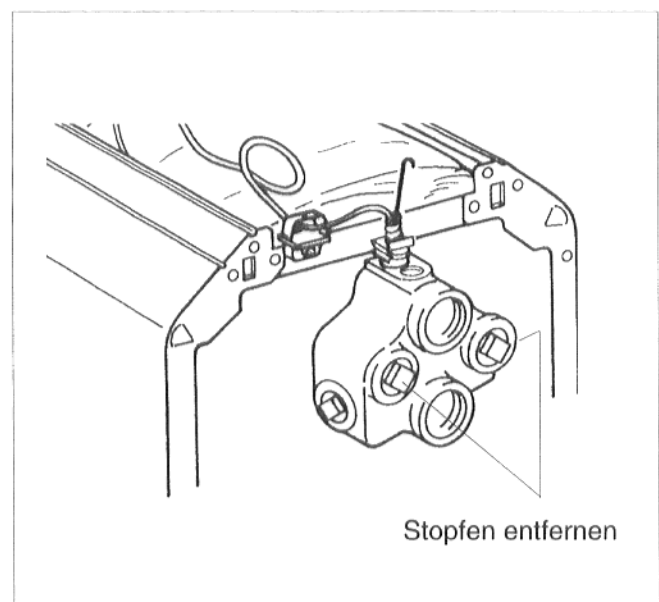

Abb. 5
- Stopfen und Flachdichtungen entsprechend Abb. 5 aus dem Anschlußformstück entfernen.